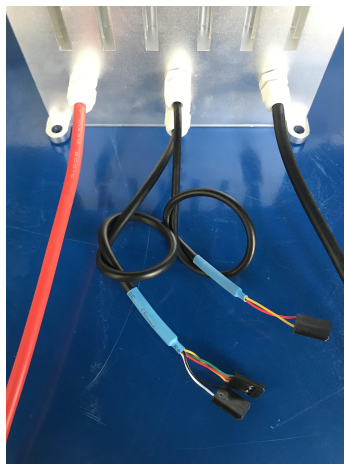

图 1 电调线色定义
1.1 电源线：上图 1 中粗红 10AWG 硅胶线为电源正极输入，粗黑 10AWG 硅胶线为电源负极输入；
1.2 油门信号线：上图 1 中黑色 3P 斜口杜邦头中细 2 色（黑、白）为油门信号线，黑色线为信号地线，白色线为 PWM 信号输入线，默认油门范围在 1150 ~ 1950us；
1.3 串口通信线：上图 1 中黑色 3P 斜口杜邦头中细 3 色（黄、红、绿）为串口通信线，黄色线为信号地线，红色线为电调信号（TTL 电平）接收线（RX），绿色线为电调信号（TTL 电平）输出线（TX），输出信息内容有通信协议版本、输入电压、输入电流、输入油门、芯片温度、外部电阻、通信计数、输出频率、输出电流、输出油门、模块温度、电调状态；
1.4 CAN 通信线：上图 1 中黑色 3P 斜口杜邦头中细 2 色（黄、红）为 CAN 通信线，黄色线为 CAN-H，红色线为 CAN-L。